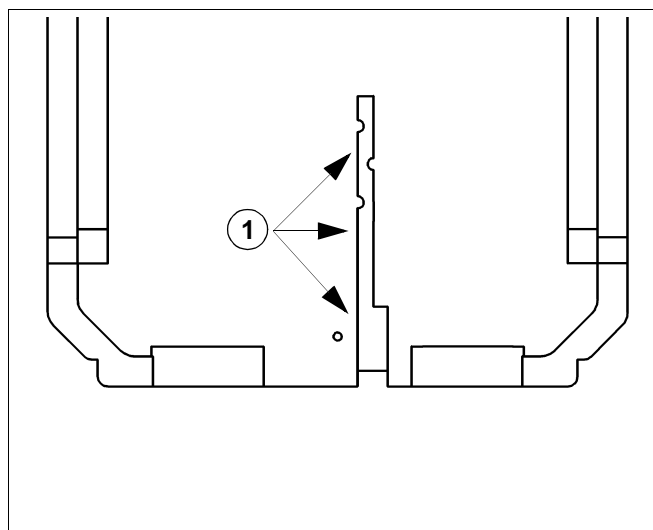

Abb. 10 Hintere Wärmedämmschale
- Die elektrischen Leitungen in die Kabelführung (Abb. 10, Pos.1) der hinteren Wärmedämmschalen einlegen und nach hinten wegführen.